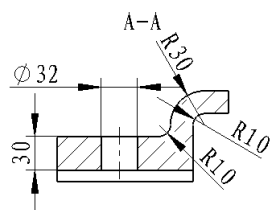

图 10.2.26 标注剖面视图 A-A 的尺寸
Step1. 标注尺寸。选择下拉菜单 **工具(T)** → **尺寸(S)** → **智能尺寸(S)** 命令，在图形区的剖面视图 A-A 中添加图 10.2.26 所示的尺寸标注。
Step2. 编辑尺寸。在剖面视图 A-A 中选取图 10.2.26 所示的尺寸“32”，然后在弹出的“尺寸”对话框 **标注尺寸文字(I)** 区域的文本框中，将光标切换到文本“<MOD-DIAM><DIM>”